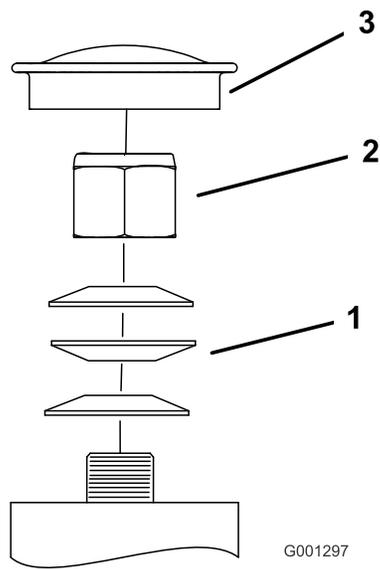

Figura 80
3. Retire el tapón guardapolvo de la rueda giratoria y apriete la contratuerca (Figura 80).
4. Apriete la contratuerca hasta que las arandelas de muelle estén planas, luego afloje $\frac{1}{4}$ de vuelta para establecer la pre-carga correcta de los cojinetes (Figura 80).
Importante: Asegúrese de que las arandelas de muelle están correctamente instaladas, según se muestra en Figura 80.
5. Coloque el tapón anti-polvo (Figura 80).